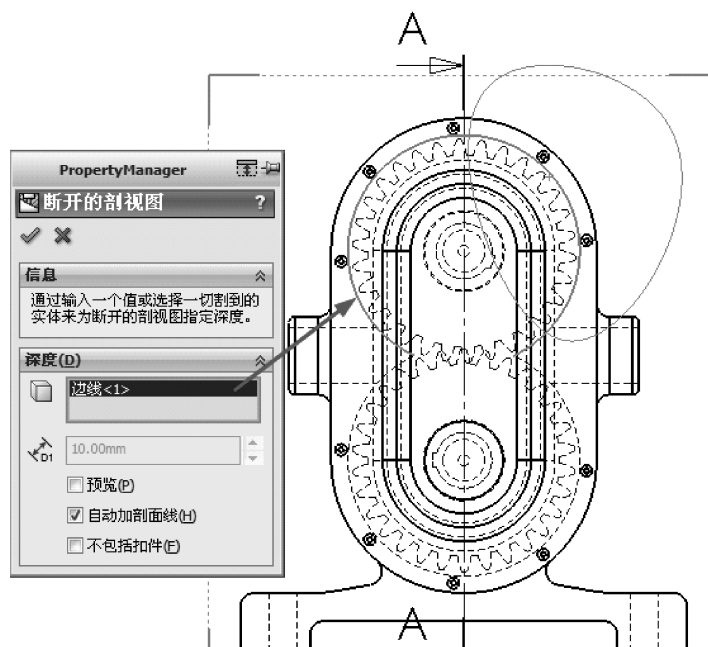

图 13-39 选择隐藏线剖切
- 6) 从主视图中选择一条隐藏线, 视图将会剖切至此隐藏线的深度, 如图 13-39 所示。